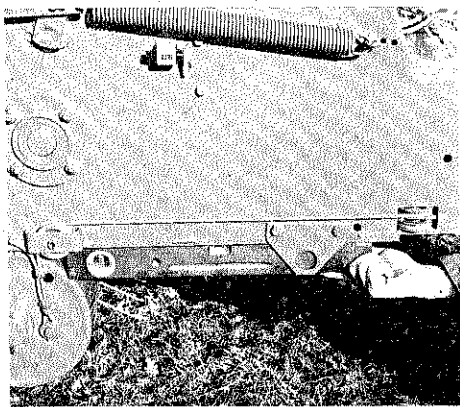

Abb. 2
1. Maschine an die Ackerschiene, Zugpendel, Hitch oder in die Anhängerkupplung des Traktors so anhängen, daß die Unterkante des Rahmens in etwa waagrecht ist (Abb. 2).